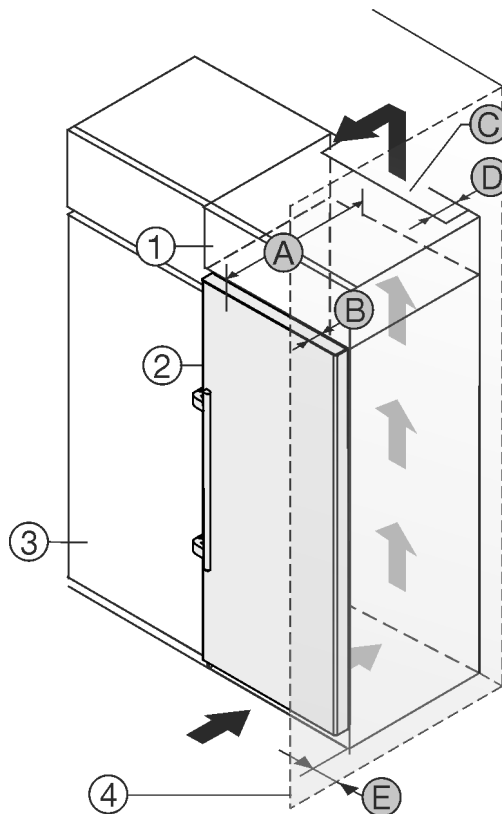

Fig. 2
- (1) Дополнительный шкафчик *
- (2) Устройство *
- (3) Кухонный шкаф *
- (4) Стена *
- (A) Глубина устройства *
- (B) Глубина двери *
- (C) Вентиляционное сечение *
- (D) Расстояние до обратной стороны устройства *
- (E) Расстояние до стороны устройства *
Вы можете установить устройство непосредственно рядом с кухонным шкафом Fig. 2 (3).
На задней стенке дополнительного шкафчика должен быть вентиляционный канал с глубиной Fig. 2 (D) по всей ширине этого шкафа.
Нужно соблюдать вентиляционное отверстие Fig. 2 (C) под нижней панелью.
Если устройство устанавливается на шарнирах у стены Fig. 2 (4), то расстояние между устройством и стеной должно быть не менее 57 мм . Это соответствует расстоянию, на которое выступает ручка при открытой двери.*
Чтобы можно было полностью открыть дверь, устройство должно выступать на глубину двери Fig. 2 (B) относительно передней стенки кухонного шкафа. В зависимости от глубины кухонных шкафов Fig. 2 (3) и использования пристенных распорок устройство может выступать и больше.*